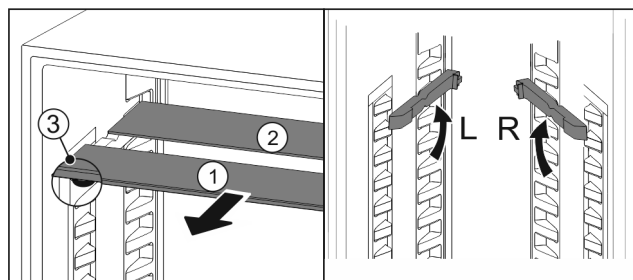

Fig. 138
- ▶ Skleněné desky jednotlivě vytáhněte dopředu Fig. 138 (1).
- Skleněná deska Fig. 138 (1) s ozdobnou lištou leží vpředu.
- Zarážky Fig. 138 (3) směřují dolů.